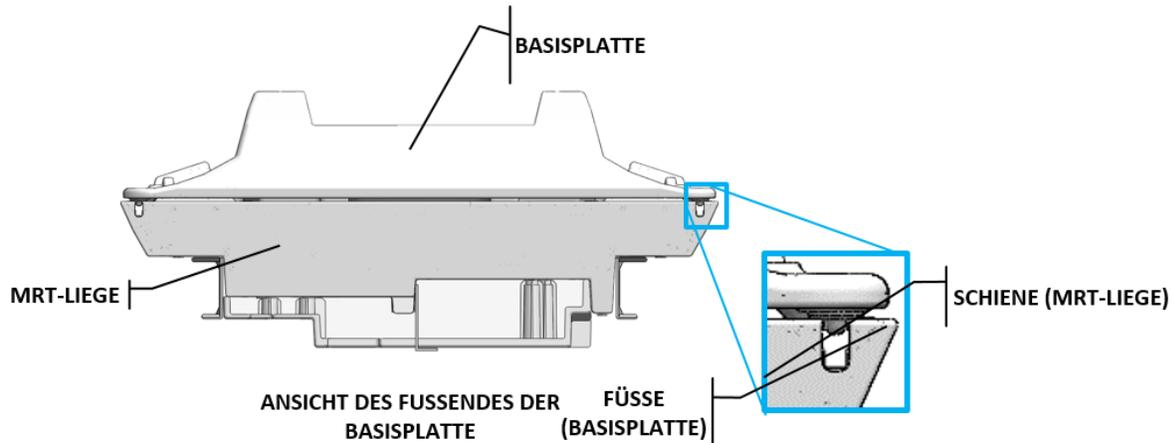

Abbildung 11: Ansicht des Fußendes der Basisplatte
1. Befestigen Sie die Basisplatte am Fußende des MRT-Tisches, hinter der abgestuften Kante des Spulhaltergehäuses (*Abbildung 11*).